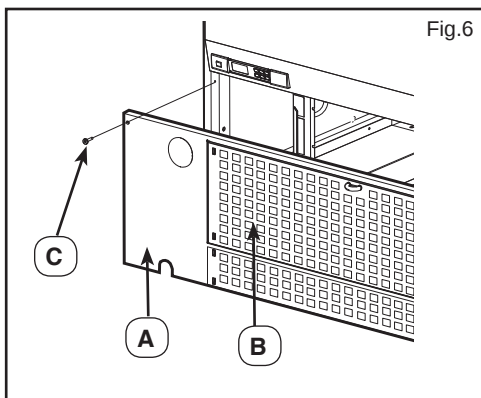

Fig.6
- Quitar el panel rejilla posterior (Fig.6 pos.A), la tapa y el filtro del condensador (Fig.6 pos.B), desenroscando los 2 tornillos (Fig.6 pos.C) en los ángulos superiores.